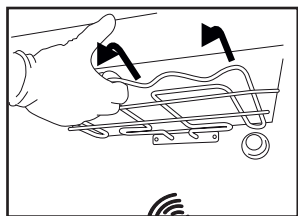
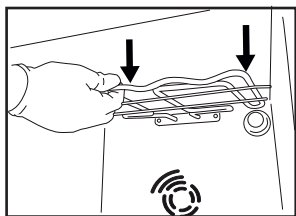

Fig. 1
Fig. 2
2. Puxe o elemento de aquecimento ligeiramente para fora (fig. 1) e baixe-o (fig. 2).